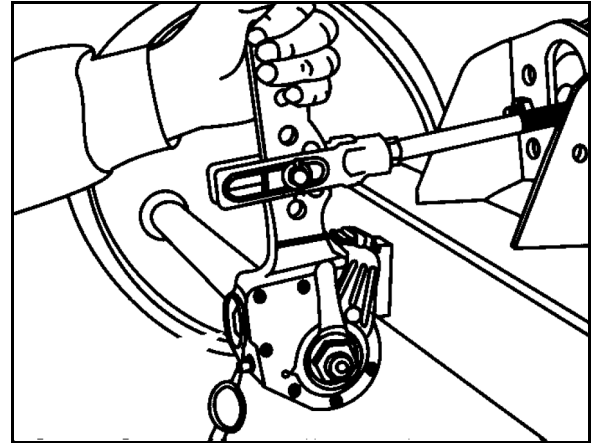

図 82
2. 調整ねじ（矢印）を、リングレンチ（図 82）でおおよそ  $\frac{3}{4}$  周反時計回りに回し戻します。レバーの長さが 150 mm の場合、アイドリング移動距離 50 mm 以上がなければなりません。